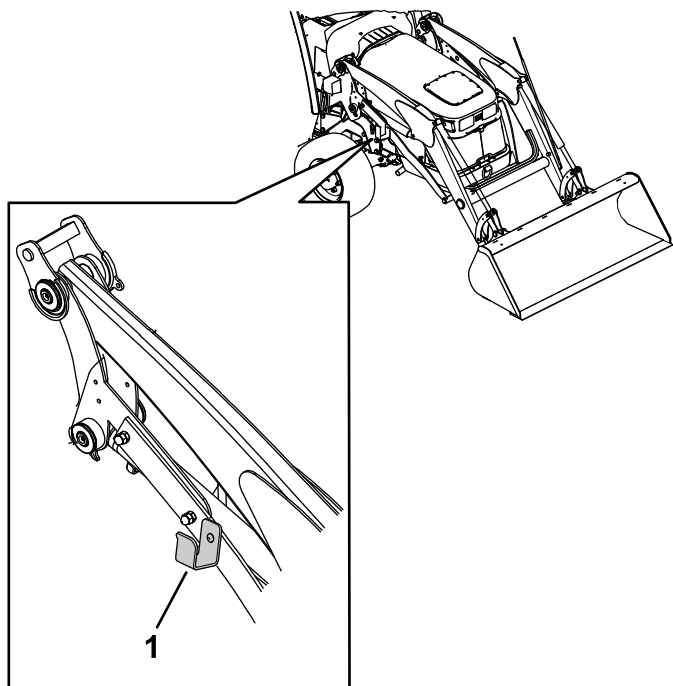

Figure 49
8. Placez le groupe de flexibles sur le support de rangement de flexibles (Figure 49).